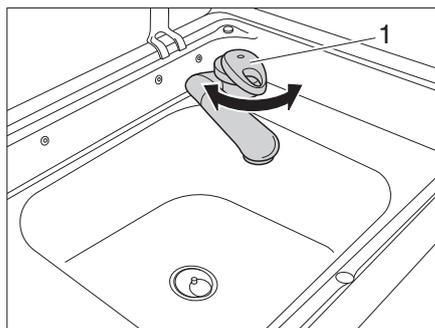

Bild 94 Spülbecken mit Wasserhahn
Das Fahrzeug ist mit einem eingebauten Wasserkanister ausgestattet. Eine elektrische Wasserpumpe pumpt das Wasser an den Wasserhahn (Bild 94, 1). Durch Öffnen des Wasserhahns schaltet sich die Wasserpumpe automatisch ein und pumpt Wasser zur Entnahmestelle.
- Wasserhahn (Bild 94, 1) drehen.
- Wasserhahn (Bild 94, 1) zurück drehen.